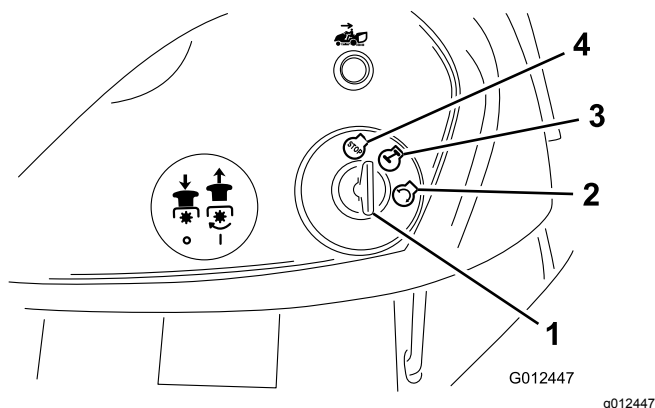

Bild 11
8. Drehen Sie den Zündschlüssel nach rechts und halten ihn auf Start (Bild 11).
2. Drehen Sie den Zündschlüssel auf die Aus-Stellung (Bild 11).